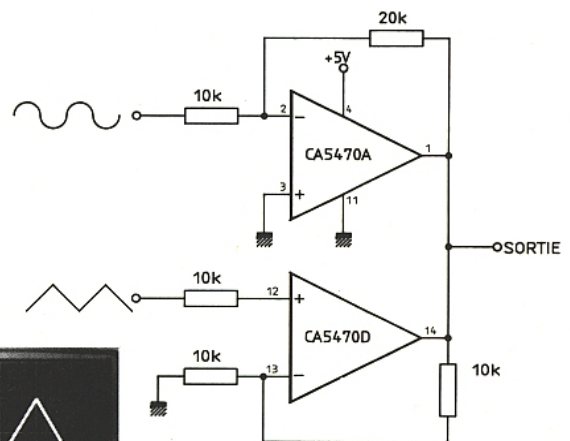

Figure 2 : Mise en "ou câblé" des sorties.
**Mise en "OU" câblé des sorties (figure 2) :**